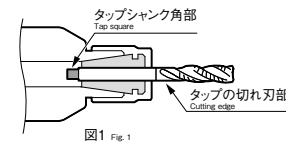

図1 Fig. 1
- コレットの内径長さ以上にタップのシャंक部を差し込んで下さい(図1)。
ER8コレットには角がないため、コレットの破損、把握力低下、精度低下の原因になります(図1)。
- タップの切れ刃部はコレットでつかましないで下さい。精度低下の原因になります(図1)。
- Insert the shank of the tap beyond the collet's inner diameter length (Fig. 1).
The ER8 collet does not have a square hole, which can cause damage to the collet, reduce chucking force, and reduce accuracy (Fig. 1).
- Do not chuck the cutting edge of flute to the tap. This may decrease the accuracy (Fig. 1).